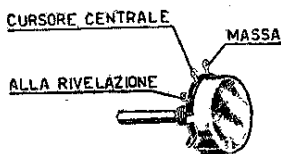

Fig. 55
**127** Se l'audizione è di potenza inferiore alla necessaria, dedurremo che il condensatore d'accoppiamento inserito fra potenziometro e circuito di rivelazione, o fra potenziometro e circuito di griglia della preamplificatrice, è distaccato dal terminale. Tale inconveniente si riscontra qualora il dado che fissa il potenziometro al telaio si allenti. In tal caso può verificarsi che il potenziometro abbia possibilità di muoversi interrompendo la saldatura del condensatore di accoppiamento (fig. 55).
**139** Se il potenziometro agirà soltanto su  $\frac{1}{4}$  della sua corsa, evidentemente è stato inserito in modo errato. I potenziometri di volume risultano tutti a variazione logaritmica, il che significa che la resistenza non varia proporzionalmente al variare della corsa, bensì logaritmicamente. Così — ad esempio — in un potenziometro del valore di 0,5 megaohm avremo: per  $\frac{1}{4}$  di corsa del cursore  $R = 30.000$  ohm; a metà corsa  $R = 90.000$  ohm; a  $\frac{3}{4}$   $R = 200.000$ ; a fine corsa  $R = 500.000$  ohm. Per cui, nel caso di inserimento in senso inverso del potenziometro, a  $\frac{1}{4}$  corsa avremo  $R = 300.000$  ohm anziché 30.000. All'uopo terremo presente come il terminale di sinistra debba collegarsi al condensatore che giunge dalla II MF (rivelazione), mentre il terminale di destra si collega a massa (fig. 55).